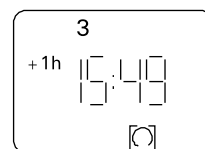

Рисунок 17
3. Третье нажатие **блокирует режим выключения**. Для обозначения данного режима на дисплее видны квадратные скобки. Режим исчезает следующими нажатиями кнопки. (Рис. 17)